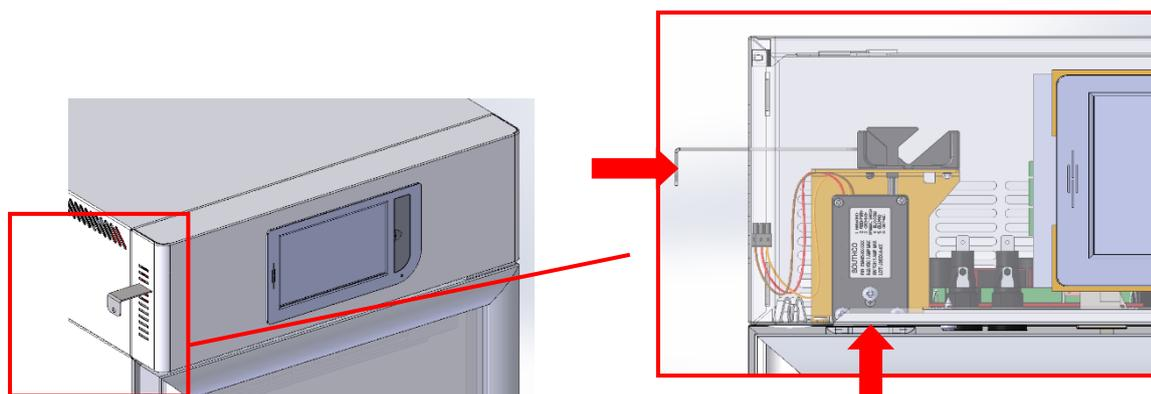
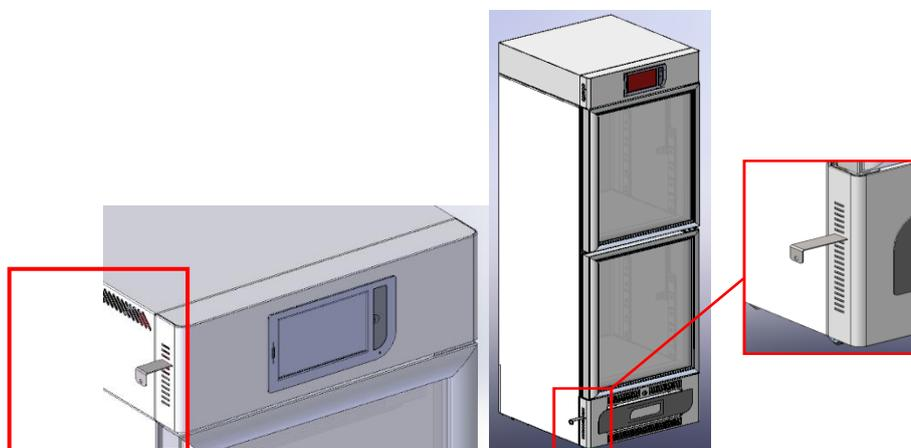

Fig. 27 – position et insertion clé modèles 1 température
Fig. 28 – position et insertion clé modèles 2 températures
- **Pour les modèles 1 température :** Insérer la clé dans la fissure dédiée placée à côté de la façade en correspondance de la serrure et maintenir appuyée la clé sur le levier de déblocage lorsque l'on procède à l'ouverture de la porte (en relâchant le mécanisme, la porte sera à nouveau bloquée)(fig. 27).
- **Pour les modèles 2 températures :** Insérer la clé dans la fissure dédiée placée à côté de la façade en correspondance de la serrure (aussi bien pour le compartiment supérieur que pour le compartiment inférieur fig. 28) et maintenir appuyée la clé sur le levier de déblocage lorsque l'on procède à l'ouverture de la porte (en relâchant le mécanisme, la porte sera à nouveau bloquée)(fig. 27).